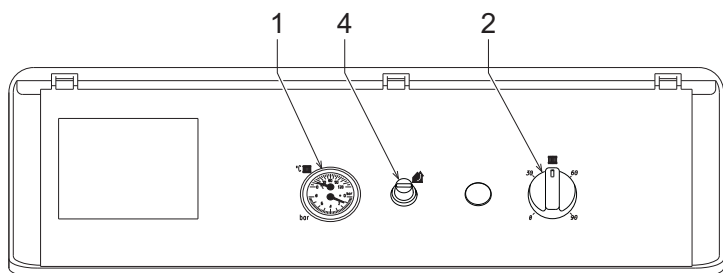

рис. 1 - Панель управления
- Поместите термостат регулировки котла (поз. 2 - рис. 1) на минимальное значение.
- Поместите термостат регулировки котла (поз. 2 - рис. 1) на требуемое температурное значение (не менее 50°).
Если повернуть рукоятку 2 на рис. 1 по часовой стрелке, температура воды в системе отопления повышается, и наоборот. Температуру воды в системе отопления можно регулировать в пределах от 30° до 90°. Однако не рекомендуется эксплуатировать котел при температуре ниже 45°.
Задать с помощью комнатного термостата нужную температуру внутри помещения. При поступлении команды от комнатного термостата котел включается, обеспечивая нагревание воды в системе отопления до температуры, заданной регулирующим термостатом 2 на рис. 1. При достижении в помещении желаемой температуры котел выключается.
Давление напора при заполнении холодного контура, считанное гидрометром котла поз. 1 - рис. 1, должно составлять приблизительно 1,0 бар. Если во время работы давление воды в системе упало (из-за испарения растворенных в воде газов) до величины ниже вышеуказанного минимума, пользователь должен открыть кран подачи воды (в поставку не входит) и довести давление до первоначального значения. По окончании операции всегда закрывайте кран подачи воды.
Откройте крышку термостата дымовых газов (поз. 4 - рис. 1) и нажмите на кнопку под ним. В случае повторяющихся блокировок котла обратитесь в ближайший сервисный центр